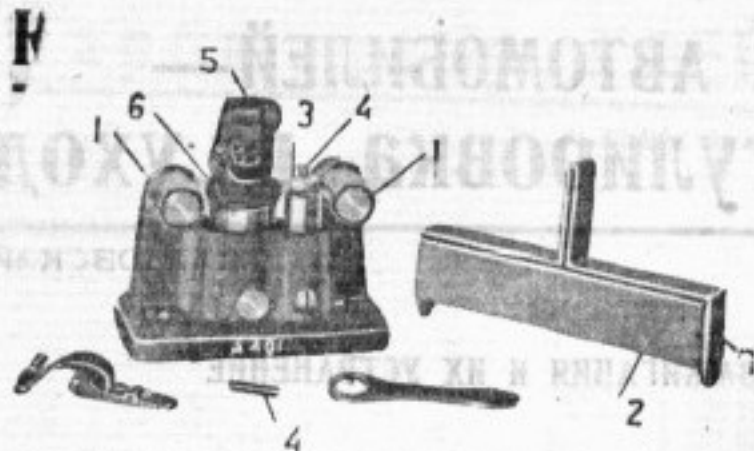

Рис. 3. Прибор для шлифовки контактов прерывателя
6) Контакты прерывателя выгорели или загрязнились. Затруднительный пуск двигателя и перебой в его работе вызываются тем, что окислы и грязь на рабочих плоскостях контактов прерывателя увеличивают сопротивление в цепи первичного тока. Зажигание ухудшается, а иногда и совсем прекращается. В этих случаях необходимо очистить контакты от грязи, масла или окисления. Исправление повреждения должно производиться при помощи аккуратной зачистки наждачным полотном № 00, следя в основном за тем, чтобы рабочие плоскости контактов были ровны и при установке на место не имели перекоса. На рис. 3 показано приспособление, на котором можно шлифовать контакты прерывателя. Этот прибор имеет два ролика 1, укрепленные на основании, по которым ходит (от руки) в поступательном направлении специальный оселок 2. В основании приспособления имеется направляющая 3, в которую ввертывается контактный винт 4 прерывателя. Эта направляющая снабжена внутри основания мягкой спиральной пружиной, позволяющей делать подачи шлифуемому контакту (шлифуемая часть контактного винта прерывателя, при установке его в направляющую, должна быть обращена кверху; винт также должен быть законтрогаен). Ролик 5, поставленный выше роликов 1 и имеющий под собою широкий пружинный упор 6, — служит для укрепления рычажка прерывателя, устанавливаемого между ним и широким пружинным упором. Здесь, так же, как и в направляющей 3 контактного винта 4, рабочий контакт рычажка прерывателя должен быть установлен так, чтобы окисленная плоскость его была обращена кверху. Когда сгоревшие контакты прерывателя пра-